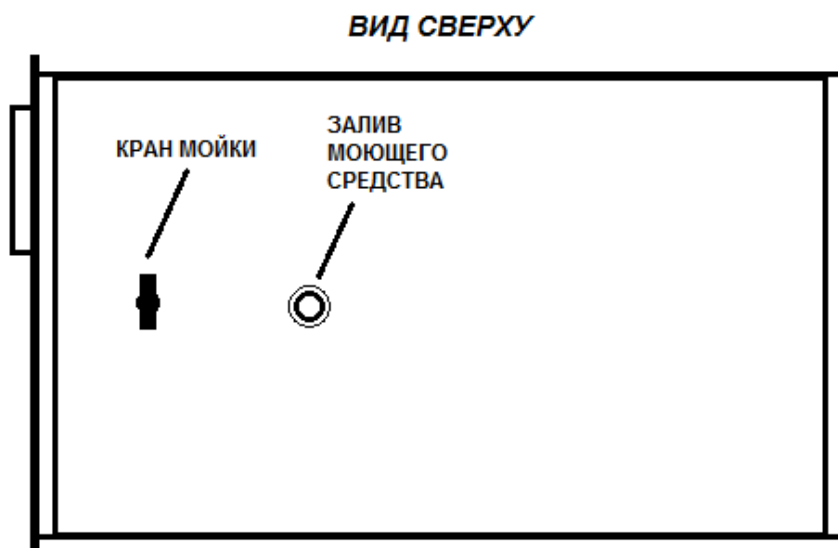

Рис. 6. Вид сверху Гидрофильтра Ятаган «Safe Fire»
- 2.2. Отвинтите крышку на штуцере залива моющего средства (Рис. 6)
- 2.4. Откройте кран мойки (рис. 6)
2.5. Спустя 1 час закройте кран мойки (Рис. 6)